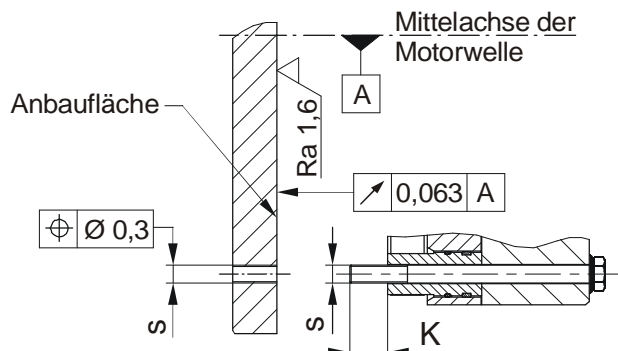

Bild 5
- Bei Nabenausführungen (Type 8012_1_3) sind die Passungen der Nabenbohrung (10) und der Welle sind so zu wählen, dass kein Aufweiten der Nabenverzahnung (10) erfolgt. Ein Aufweiten der Verzahnung führt zu einer Klemmung des Rotors (3) auf der Nabe (10) und somit zu Funktionsstörungen der Bremse. Empfohlene Naben – Wellenpassung H7/k6. Wird zum besseren Fügen die Nabe (10) erhitzt, so muss zuvor der O-Ring (11) entfernt und nach der Nabenmontage wieder aufgezogen werden. Die max. zulässige Füge­temperatur von 200 °C darf nicht überschritten werden.
- Eine Auslegung der Passfederverbindung entsprechend den Anforderungen Wellendurchmesser, übertragbares Drehmoment und Betriebsbedingungen ist durchzuführen. Dazu müssen die entsprechenden Daten vom Betreiber bekannt sein bzw. die Auslegung wird vom Betreiber nach den gültigen Berechnungsgrundlagen DIN 6892 durchgeführt. Für die Berechnung ist die Qualität der Nabe mit $Re = 300 \text{ N/mm}^2$ anzusetzen. Die Traglänge der Passfeder sollte sich über die gesamte Nabe (10) erstrecken.
- Die Anbaumaße und die Anschraubgewinde s mit Tiefe $K + 2 \text{ mm}$ ($K = \text{Schraubenüberstand}$) gemäß Katalog, bzw. zugehöriger Zusammenstellungszeichnung müssen gegeben sein (Bild 5).